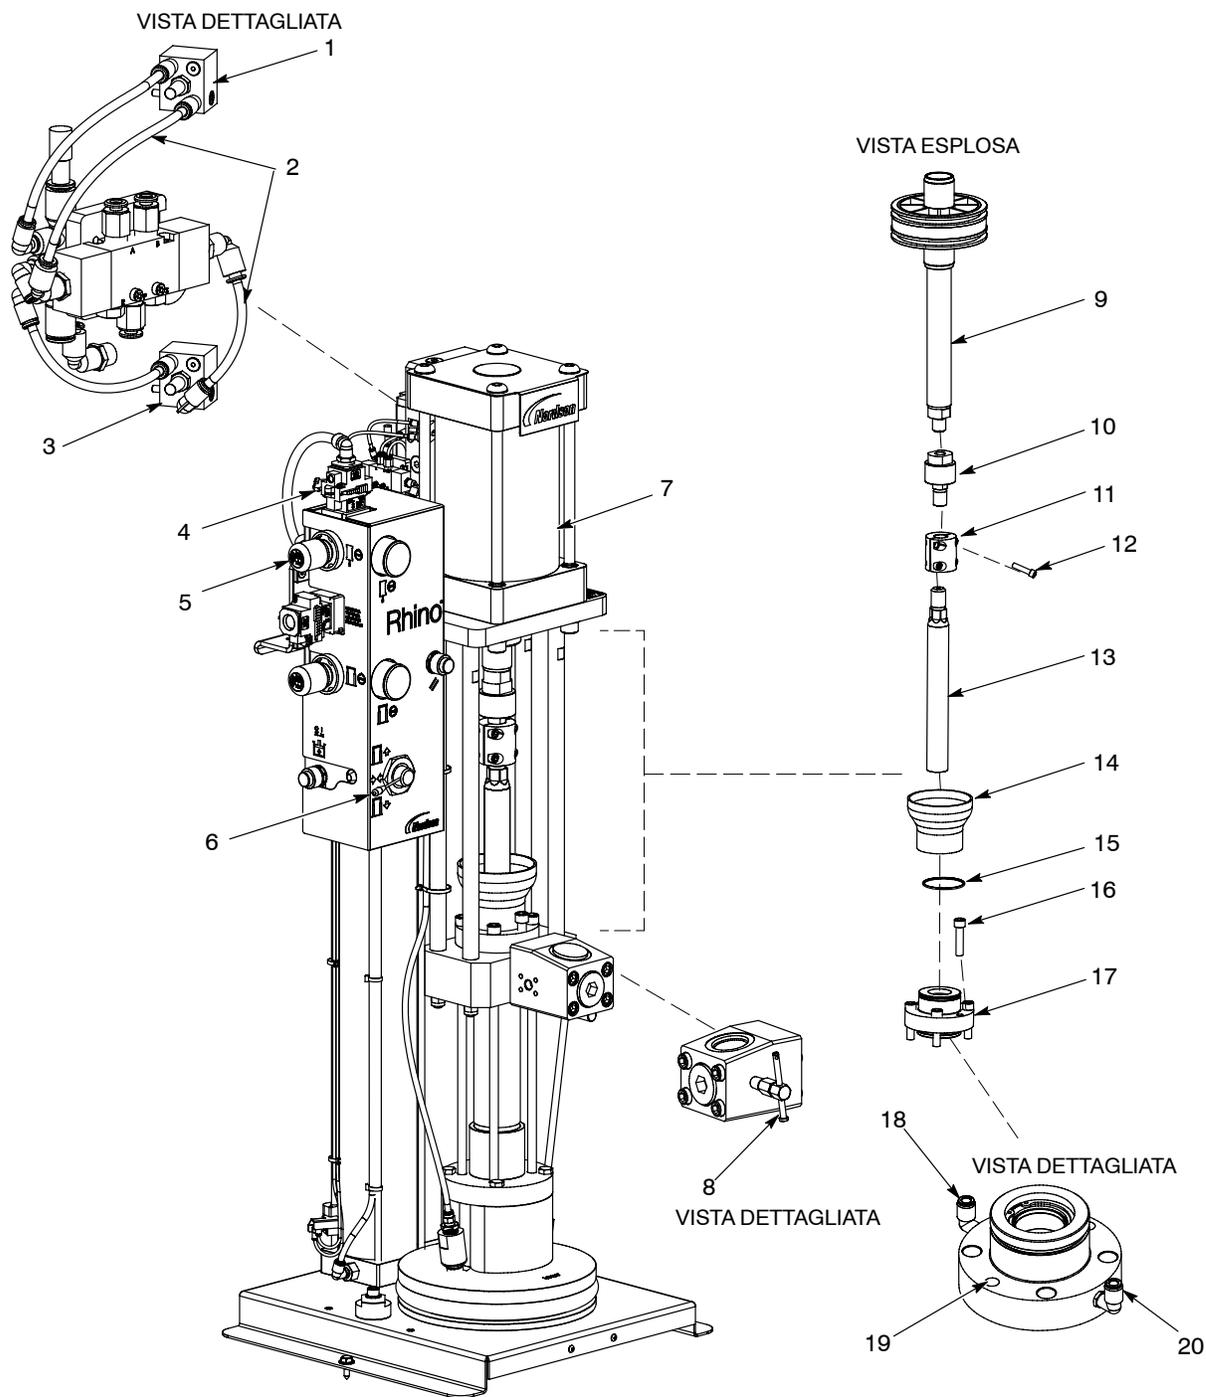

Figura 1 Rimozione del premistoppa
Vedi figura 1.
9. Vedi figura 1. Ricollegare la linea dell'aria in uscita (2) al sensore magnetico inferiore (3).
10. Ricollegare il tubo al raccordo di alimentazione ARW (20) e al raccordo di scarico ARW (18).